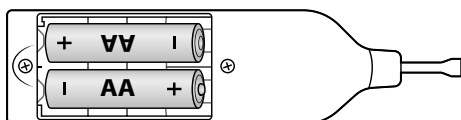

Fig. 1
- ◆ Introduceți bateriile în topitorul de ceară **1** așa cum este marcat în compartimentul pentru baterii **4** (a se vedea fig. 1).